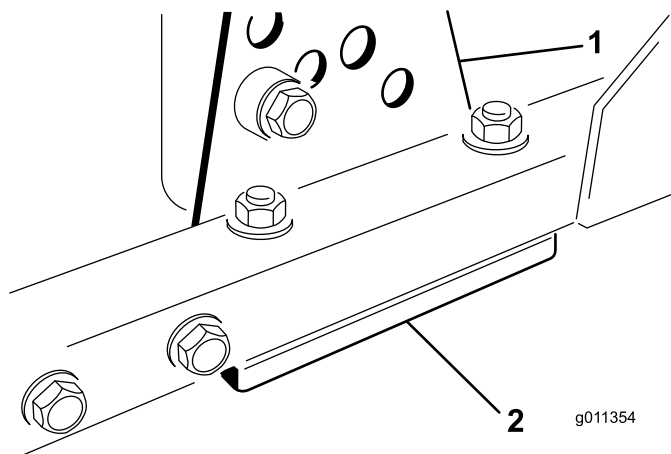

図 73
1. 刈り高ブラケット前、左、右のうち1つをデッキのフレームから外す図 73。
2. デッキフレームとブラケットとの間に厚さ 1.5mm または 0.7mm のシム、場合によってはこれらの両方を挿入して、希望する刈り高を達成する図 73。